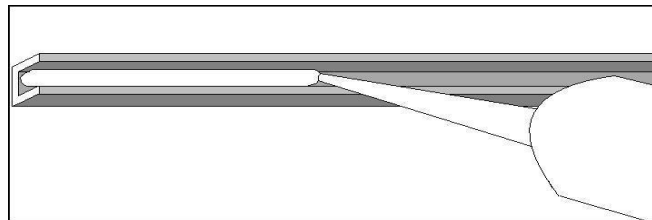

Bild 3
8. Ziehen Sie jetzt eine Silikonnaht durch das Rahmenprofil von ca. 6mm Durchmesser (**siehe Bild 3**).